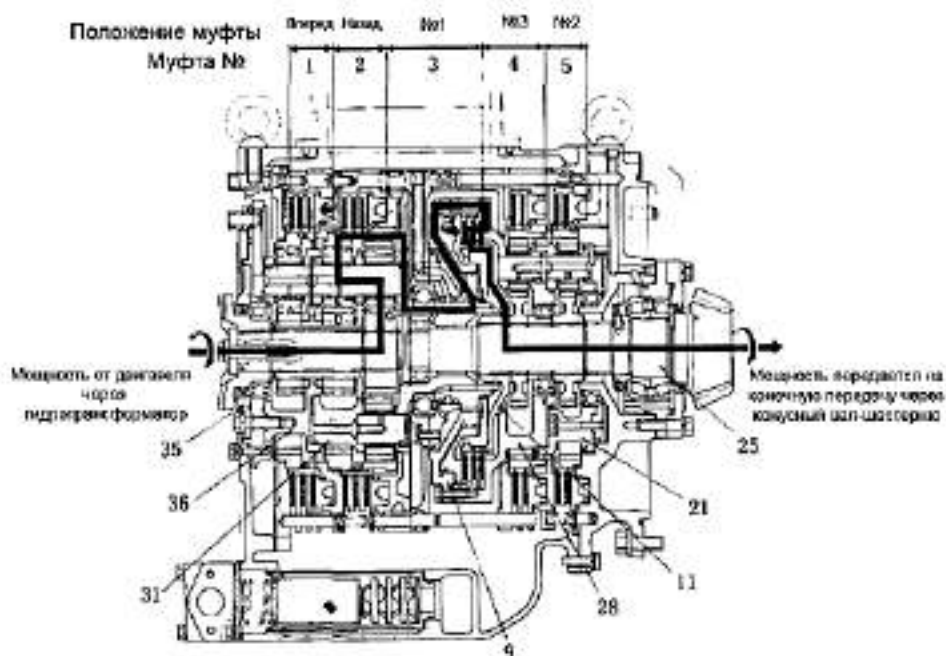

Рис. 5-22
1. Вперед, 1-я скорость (рис. 5-22)